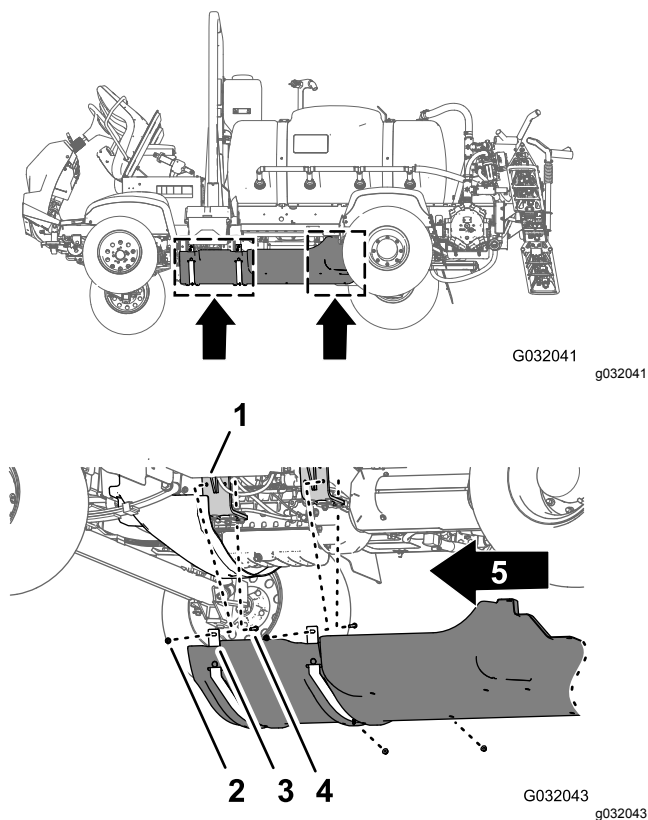

Рисунок 179
1. Выровняйте кожух ходовой части относительно нижнего шасси машины (Рисунок 179).
2. Наденьте крепежные хомуты кожуха ходовой части на болты и каретный болт в месте расположения монтажных кронштейнов двигателя на машине (Рисунок 179).
3. Установите кожух ходовой части на кронштейны и болты опоры двигателя (Рисунок 179) с помощью 4 фланцевых контргаек (5/16 дюйма), снятых при выполнении пункта 2 раздела 12 Снятие дополнительного комплекта кожуха ходовой части (страница 28).